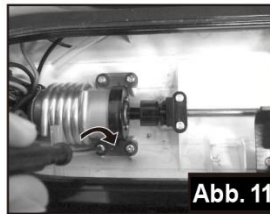

Abb. 11
11. Ziehen Sie die Motorsitzschrauben fest. (Abb.11)